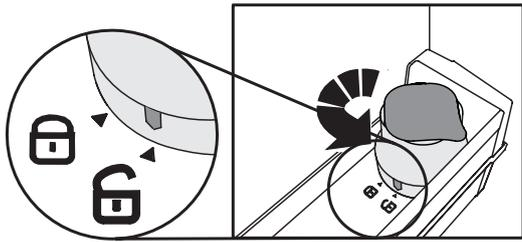

Fig.3
- Desbloqueie o filtro rodando-o na direção contrária à dos ponteiros do relógio (Fig. 3).
(pode seguir o procedimento indicado nas secções "Ativação do filtro de carvão" e "Instalação do filtro" - Fig. 3, 4, 5, 6, 7, 8).